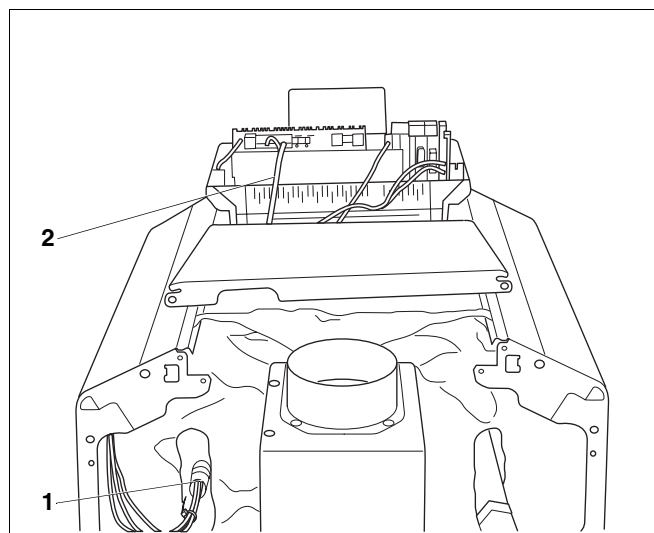

Abb. 14 Kabeleinführung und Messstelle
- Kapillarrohre der Temperaturfühler und die Kesselwassertemperaturfühlerleitung unter der vorderen Kesselhaube nach hinten zur Messstelle (Abb. 14, **Pos. 1**) führen. Dabei nur auf Bedarfslänge abrollen.
- Brennerleitung (Abb. 14, **Pos. 2**) unter der vorderen Kesselhaube nach hinten zur Anschlussseite des Regelgerätes führen.